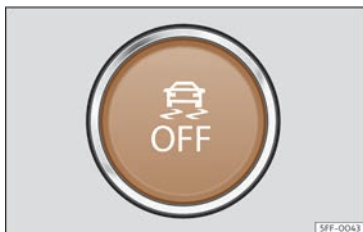

Fig. 98 En la parte inferior de la consola central: botón para conectar/desconectar el ESC
- El ESC en modo "Sport" se puede desconectar y conectar mediante una pulsación corta en el botón  de la consola central >>> **fig. 98**.
- El ESC se puede desconectar y conectar mediante una pulsación larga en el botón  de la consola central >>> **fig. 98**.